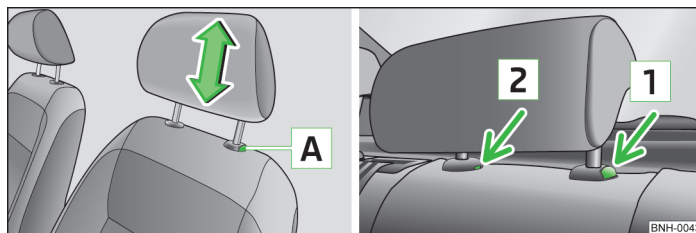

Fig. 35 Reposacabezas. Ajustar/desmontar
- Si se desea desplazar el reposacabezas hacia abajo, pulsar y mantener pulsada la tecla de seguro **A** » fig. 35 con una mano, y con la otra mano presionar el reposacabezas hacia abajo.
- Pulsar la tecla de seguro **A** » fig. 35 y extraer el reposacabezas.
- Pulsar la tecla de seguro **1** » fig. 35, presionando al mismo tiempo con un destornillador plano con un ancho de 5 mm como máx. la tecla de seguro en el orificio **2** y retirar el reposacabezas.